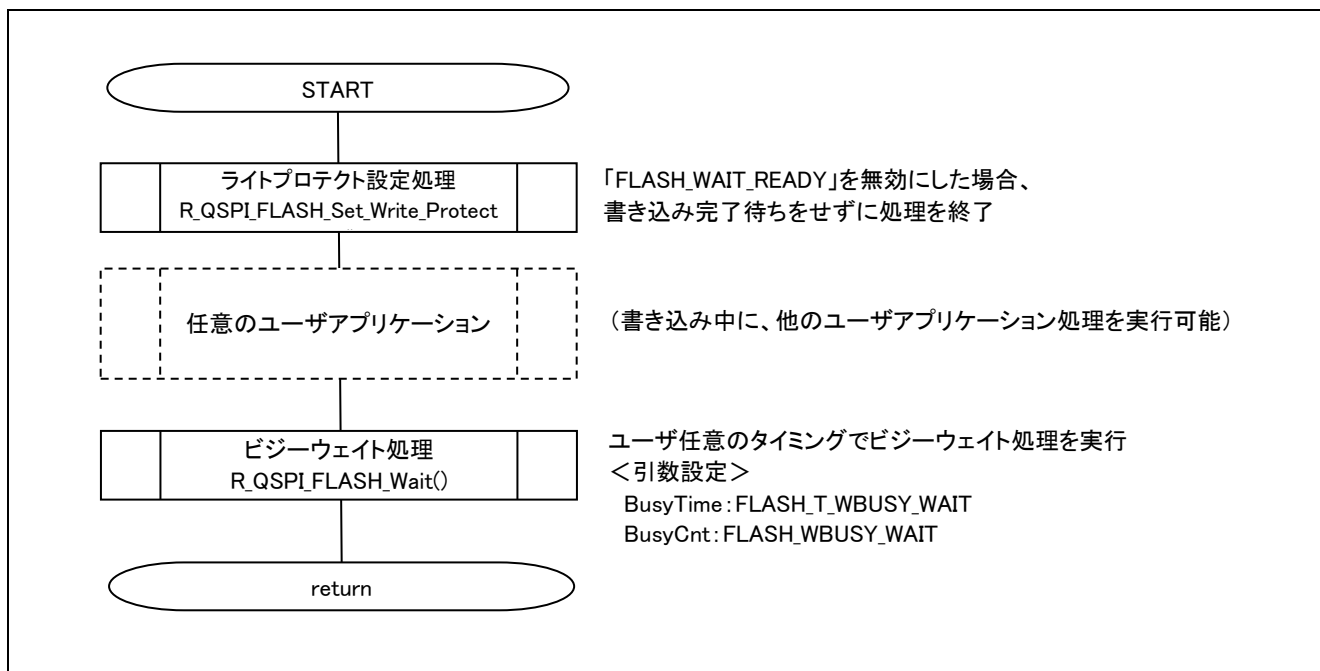

図 5-13 R_QSPI_FLASH_Wait()を使用したライトプロテクト設定完了待ち方法
- ・本ユーザ API で完了待ちを行わない場合、`r_qspi_flash_s25fl.h` の「FLASH_WAIT_READY」を無効にし、本ユーザ API の処理が完了した後、ビジーウェイト処理 (`R_QSPI_FLASH_Wait()`) を実行してください。この処理方法では、ユーザの任意のタイミングで書き込み完了を確認することができます。使用方法は図 5-13 を参照してください。